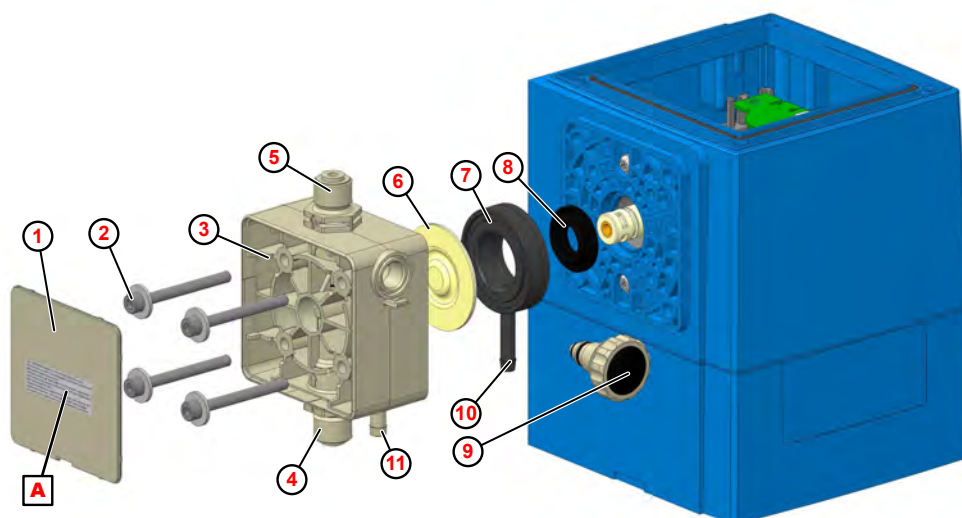

Fig. 23: Remplacement de la partie supérieure de la pompe, de la membrane et de la membrane de protection
1. ➤ Dévisser les soupapes d'aspiration et de refoulement ( Fig. 23 , ④ et ⑤ ).
2. ➤ Dévisser la vis de purge ⑨ (uniquement en cas de remplacement de la partie supérieure de la pompe).
3. ➤ Retirer la plaque de recouvrement ① de la tête de dosage.
4. ➤ Desserrer les vis de la partie supérieure de la pompe ② et les déposer.
5. ➤ Déposer la partie supérieure de la pompe ③ .
6. ➤ Dévisser la membrane ⑥ .
7. ➤ Retirer la plaque intermédiaire ⑦ .
8. ➤ Retirer la membrane de protection ⑧ du coulisseau.
10. ➤ Poser la plaque intermédiaire de telle sorte que l'évacuation pour rupture de membrane ⑩ soit dirigée vers le bas.